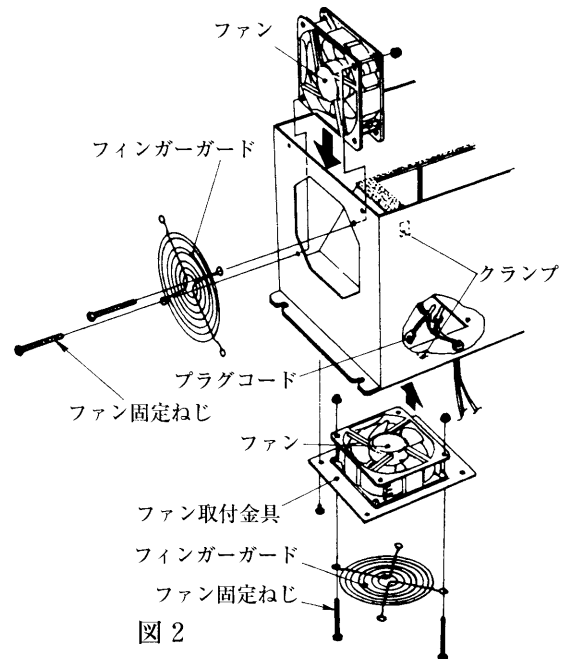

図2
- ② プラグコード（電源線、アース線）をクランプより外してください。（図2）
- ③ ファン固定ねじを外して、ファンを取外してください。次にファンよりプラグコードを引き抜いてください。（図2, 3）
- ① ファン取付金具を本器から取外してください。（図2）